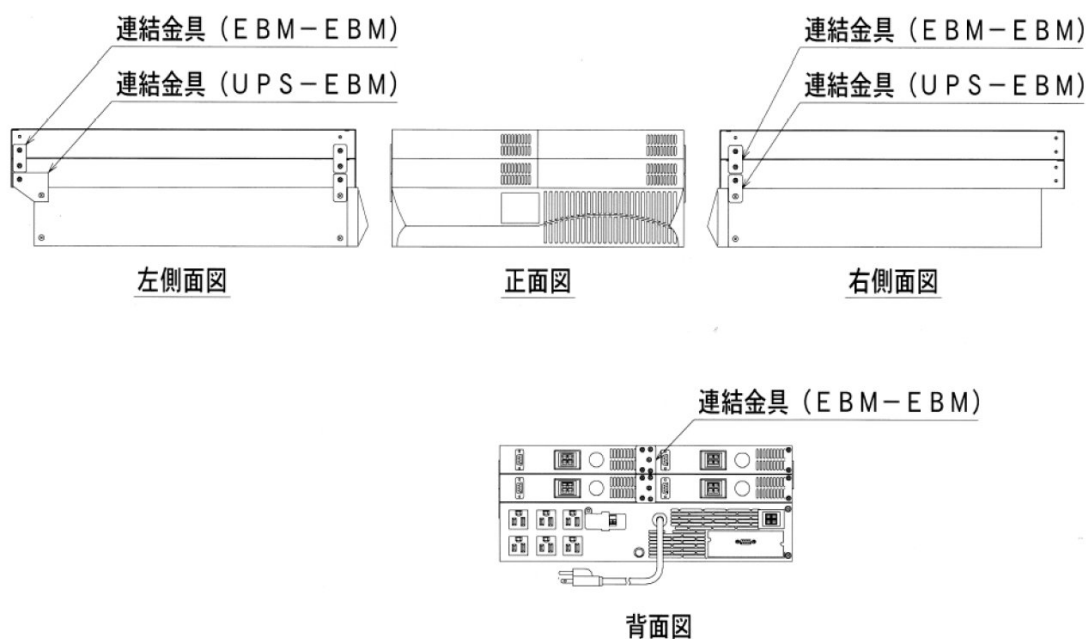

図 6. UPS と EBM を結合する
3. EBM に添付されている図 6 の連結金具と座金組込みねじを使って固定して下さい。